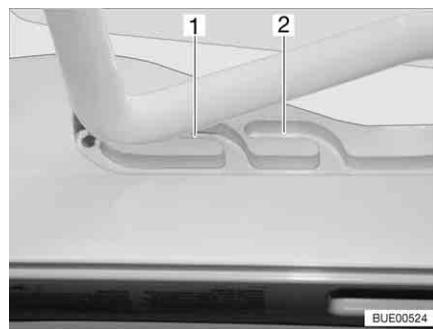
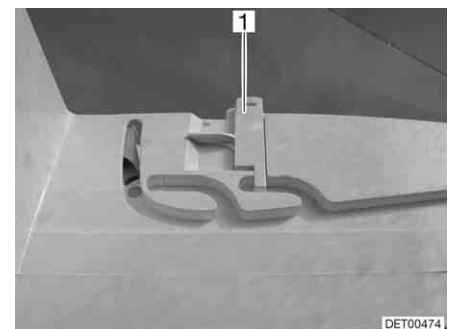

Fig. 88 Lanterneau Heki en position de ventilation
Fig. 89 Verrouillage position de ventilation
Il est possible d'amener le lanterneau Heki en deux positions de ventilation : Position pour mauvais temps (Fig. 88,1) et position intermédiaire (Fig. 88,2). Suivant le modèle, il est possible de verrouiller le lanterneau en position intermédiaire avec le verrou (Fig. 89,1).
- Pousser légèrement l'étrier vers le haut, le pousser dans la glissière choisie (Fig. 88,1 ou 2) et le verrouiller si nécessaire.